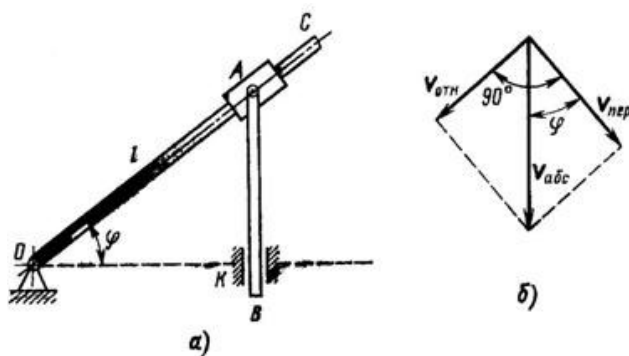

Рисунок 18
1. В кулисном механизме (рис. 18, а) кулиса ОС качается вокруг оси О, перпендикулярной плоскости чертежа. Ползун А перемещается вдоль кривошипа и приводит в возвратно-поступательное движение стержень АВ, который перемещается в вертикальных направляющих К. Определить скорость движения ползуна относительно кулисы ОС, если  $ОК = l$ , а угловая скорость кривошипа  $\omega$ .